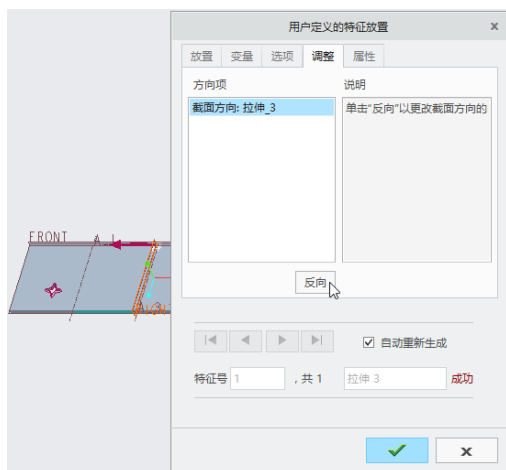

图 1-301 更改截面方向
(7) 在“用户定义的特征放置”对话框中切换到“调整”选项卡，从中单击“反向”按钮，以调整截面方向如图 1-301 所示。